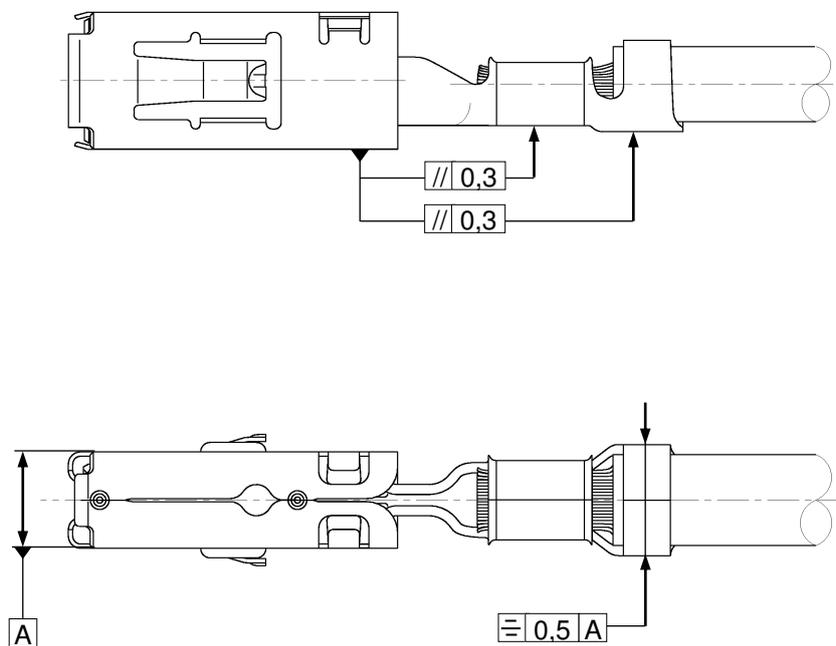

Figure 3 / Bild 3
**A. Contacts with Insulation Crimp (Figure 3)**
**A. Kontakte mit Isolationscrimp (Bild 3)**